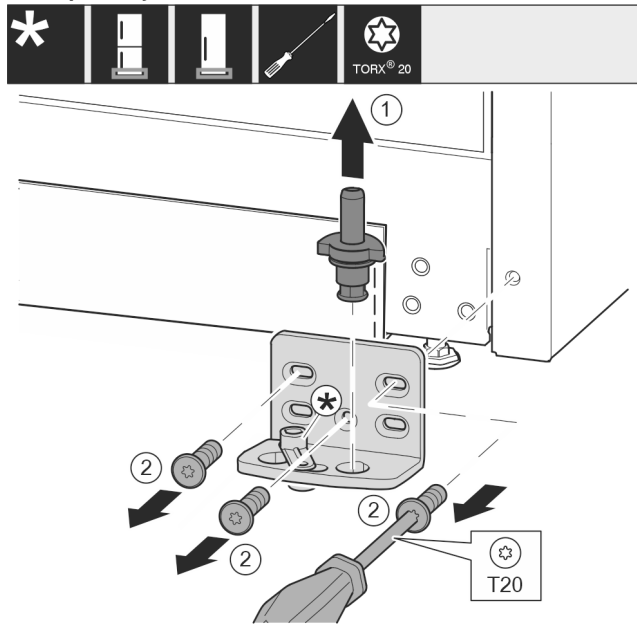

Fig. 13
- ▶ Ložiskový čep celý vytáhněte nahoru. *Fig. 13 (1)*
- ▶ Šroubovákem T20 vyšroubujte šrouby a odeberte stojan ložiska. *Fig. 13 (2)*